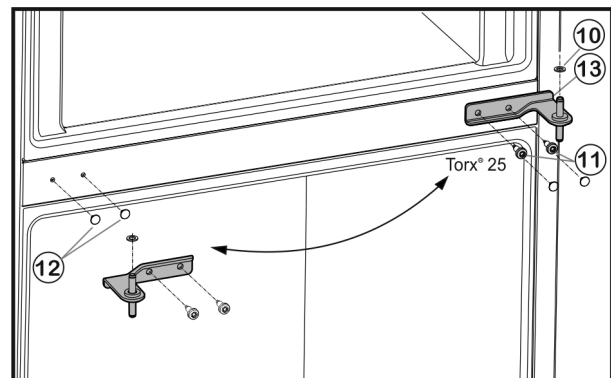

Fig. 5
- ▶ Ξεβιδώστε τις βίδες στερέωσης Fig. 5 (11) (2 βίδες Torx® 25) και τραβήξτε έξω το μεσαίο στήριγμα από την κάτω πόρτα.
- ▶ Αφαιρέστε την πλαστική ροδέλα Fig. 5 (10).
- ▶ Αφαιρέστε προσεκτικά τα καλύμματα Fig. 5 (12) και τοποθετήστε τα στην απέναντι πλευρά.
- ▶ Τοποθετήστε το μεσαίο στήριγμα Fig. 5 (13) υπό 180° στην κάτω πόρτα και βιδώστε με βίδες στερέωσης Fig. 5 (11) (2 Torx® 25) **καλά (με 4 Nm)** στη νέα πλευρά του μεντεσέ.
- ▶ Τοποθετήστε ξανά την πλαστική ροδέλα Fig. 5 (10).
- ▶ Τοποθετήστε την επάνω πόρτα στο μεσαίο στήριγμα Fig. 5 (13).